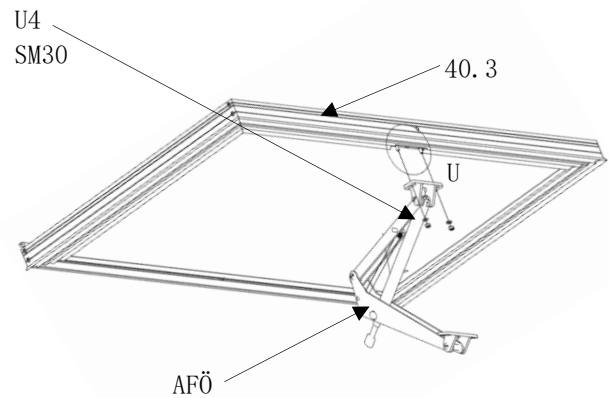

Abb. 114
- Gesamtübersicht *Abb. 114*
- die Rinnenprofilkanten (**Pos. 5.4**) an den Stirnseiten werden mit Silikon abgedichtet! (Abb. 114)